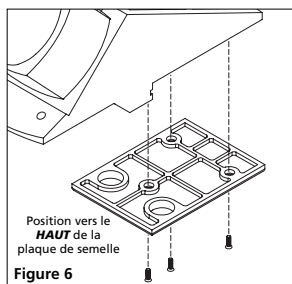

Figure 6
- Retirer la plaque de semelle, placer une nouvelle ou une autre semelle alternative. S'assurer que la semelle est en position vers le « haut » (up) (voir la figure 6).